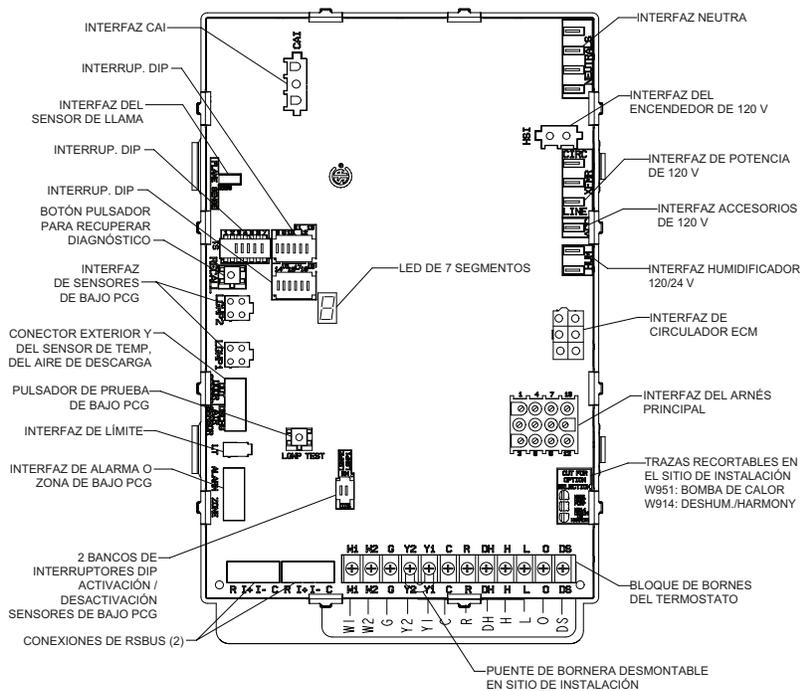

FIGURA 50
- 7 - Se incluye un borne tipo pala "EAC" de ¼ pulg. de voltaje de línea en el control integrado del calefactor. Se puede conectar un purificador de aire electrónico con clasificación máxima de 1 amperio a este borne, con la derivación neutral del circuito conectada a uno de los bornes neutrales proporcionados. Consulte la ubicación del borne en la FIGURA 50. Este borne se activa cuando el soplador interior está funcionando.
- 8 - Se incluye un borne tipo pala "HUM" de ¼ pulg. de voltaje de línea en el control integrado del calefactor. Se puede conectar un humidificador con clasificación máxima de 1 amperio a este borne, con la derivación neutral del circuito conectada a uno de los bornes neutrales proporcionados. Consulte la ubicación del borne en la FIGURA 50. Este borne se activa en modo calefacción cuando el soplador interior está funcionando.
- 9 - Se incluye un borne "H" de 24 V en el bloque de bornes del control integrado del calefactor. Se puede conectar un deshumidificador con capacidad máxima de 0.5 amperios a este borne, con el cable a tierra del circuito conectado tanto a tierra como al borne "C". Consulte la ubicación del borne en la FIGURA 50.